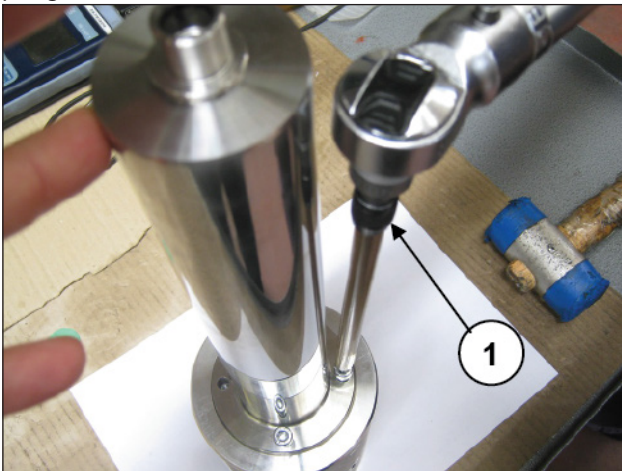

Fig. 73
Bloqueie a guia do pistão no gancho com ajuda de ferramenta adequada e proceda com a calibragem dos parafusos com chave dinamométrica (pos. ①, Fig. 73) conforme indicado no parágrafo 3.